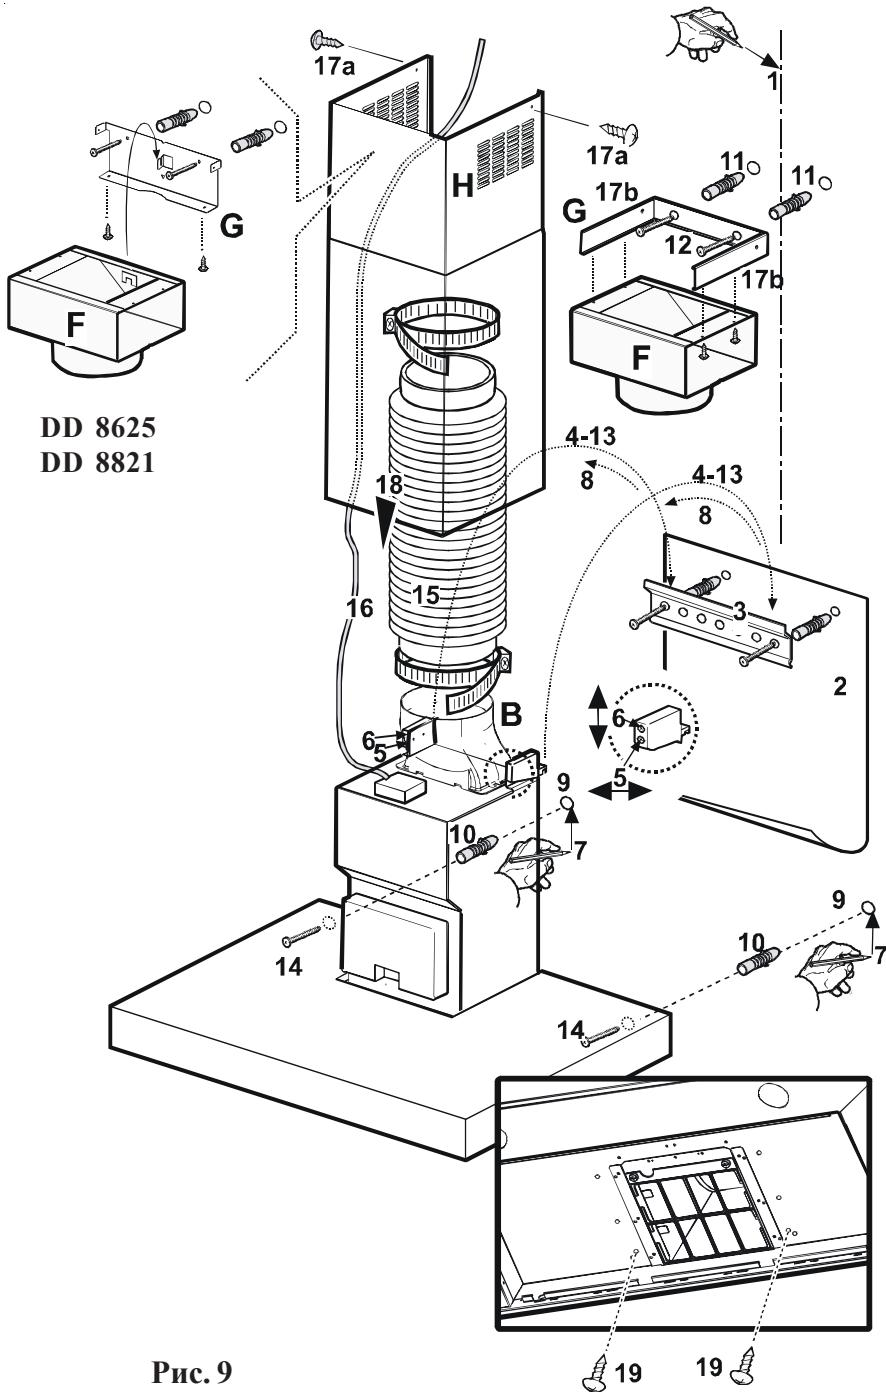

Рис. 9
- Наметьте на стене ось симметрии (1) и приложите монтажный шаблон так, чтобы ось симметрии шаблона совпала с осью на стене (2). См. рис. 9 - здесь и далее.
- Закрепите держатели кухонного вентилятора с помощью дюбелей и винтов (3). Повесьте вентилятор (4) и выровняйте его с помощью юстировочных винтов (5-6).